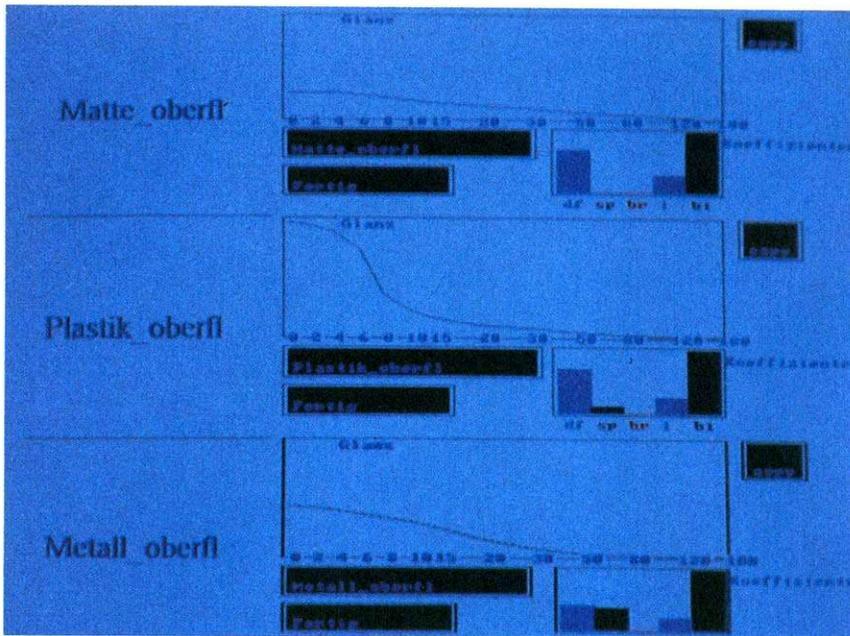

Bild 9. Die drei verschiedenen Oberflächen, die den einzelnen Körpern zugewiesen werden
2. Stellen Sie im Oberflächeneditor mit Hilfe der linken Maustaste die Werte ein, wie sie in Bild 9 bei »Matte__oberfl.« zu sehen sind. Die
3. Wenn Sie mit den Einstellungen der Oberfläche fertig sind, geben Sie der neuen Oberfläche den Namen »Matte__oberfl.«. Nun soll die Oberfläche für das Gerüst und die Rakete entworfen werden. Sie soll einen größeren Glanzpunkt besitzen und etwas spiegeln. Um dies zu erreichen, wählen Sie wieder »Material/NeuOb« und geben die Werte und Kurve ein, wie sie in Bild 9 bei »Plastik__oberfl.« zu sehen sind. Dieser Oberfläche geben Sie den Namen »Plastik__oberfl.«. Jetzt entwerfen Sie noch eine metallische Oberfläche. In dieser Oberfläche soll sich die Rakete später etwas spiegeln. Wieder wählen Sie »Material/NeuOb« und geben die Werte und Kurve ein, wie sie bei »Metall__oberfl.« zu sehen sind. Nachdem alle Oberflächen entworfen wurden, machen Sie sich daran, die Materialien zu erzeugen.